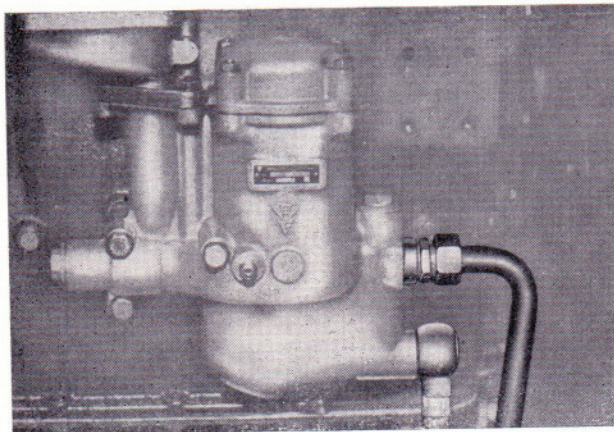

Bild 29
- Bei Motoren mit Röhrenbündelwärmetauscher sind vor dem Lösen der Befestigungsschrauben die Öl-zufluß- und Öl-abflußleitung an der Ölfilterkombination zu trennen (Bild 29).